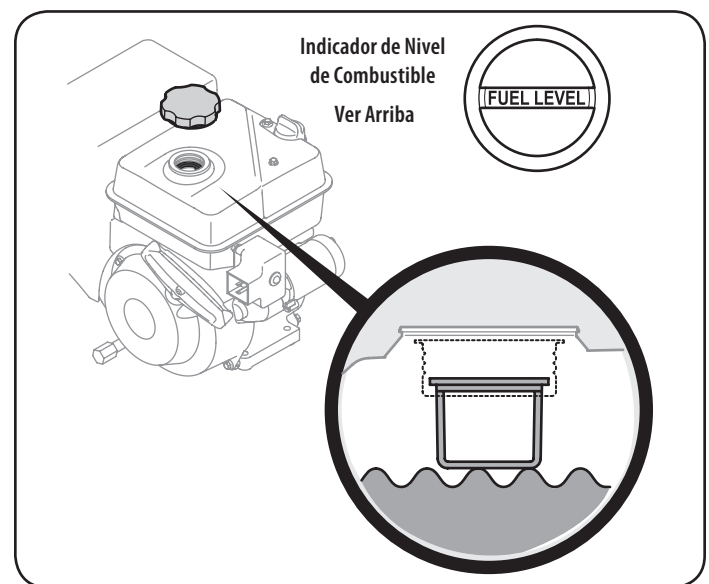

Figura 8
4. Llenar el tanque hasta que el combustible llegue a la "lleno de combustible" marca del indicador. Véa la Figura 8.